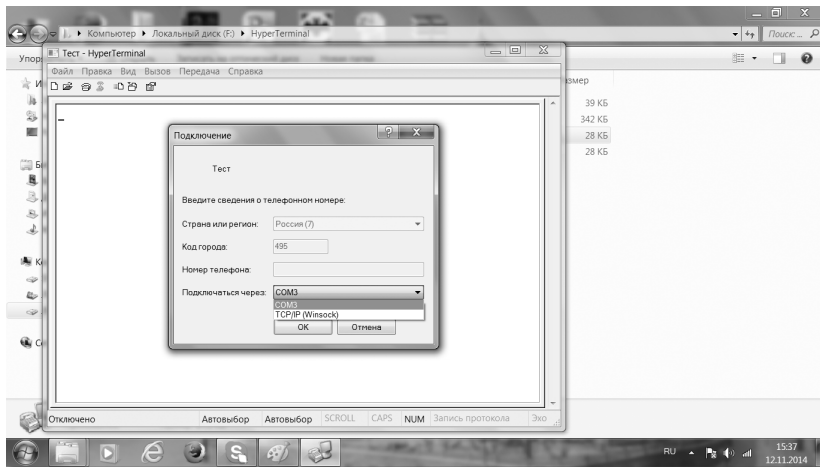

Рис. 22
4.7. В появившемся окне «Подключение» выбираем порт подключения. По умолчанию должен стоять тот порт, который был указан в «Диспетчере приложений» Для этого мы его запоминали или записывали. Проверьте, т.к. портов может быть несколько. В нашем случае оставляем порт COM3 (рис. 22).